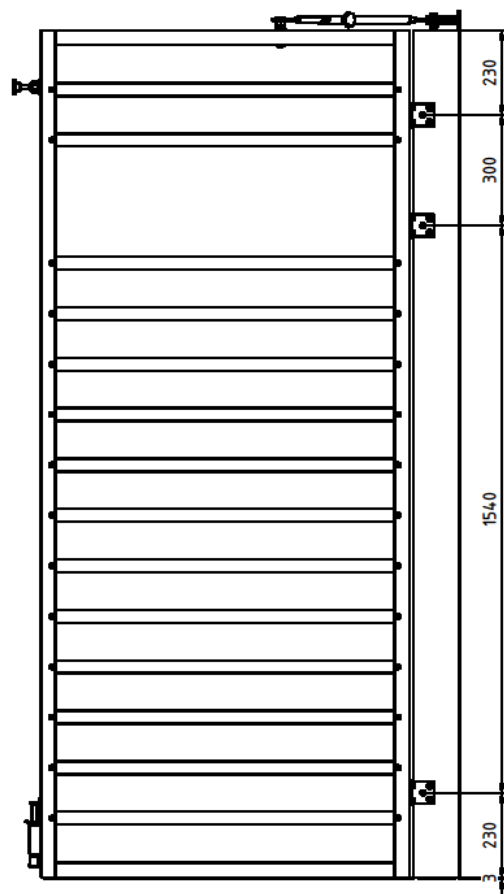

Abb. 3: Abstände Scharniere
Anschließend bekleben Sie die Unterseite des Sprossenwandelements und des Wandbalken mit dem Filzbelag ⑧. Nun befestigen Sie den Wandbalken mittels Schrauben und Dübel an der Wand ⑭ ⑫. Bohren Sie hierfür 2 Löcher mit $\varnothing 14$ mm entsprechend der Abbildung 5 in die Wand. Als Nächstes setzen sie die Bohrung für die Teleskopstange in die obere Wange der Sprossenwand $\varnothing 9$. Befestigen Sie nun die Sprossenwand mittels der 3 Scharniere ⑥ und Spaxschrauben ⑦ seitlich am Wandbalken wie in Abbildung 3 gezeigt. Achten Sie darauf, dass die Elemente im eingeklappten Zustand fluchtend zueinander ausgerichtet sind. Setzen Sie nun die weiteren Bohrungen für Wandhalterung ⑪ und den Wandhaken ③ und bringen Sie diese an.
Daraufhin befestigen Sie die Teleskopstange ④ an der Sprossenwand mittels Schlossschraube ⑱, Unterlegscheiben ⑲, Sechskant- und Hülsenmutter ⑳ ㉑ (die Sechskantmuttern dienen zur Regulierung des Abstandes) und an der Wandhalterung mittels Sechskantschraube, Unterlegscheiben und Stoppmutter ⑮ ⑯ ⑬ (Abbildung 3). Abschließend schrauben Sie den Feststellfuß ③ und die Feststellschraube ⑩ an der äußeren Wange fest (Abbildung 4).